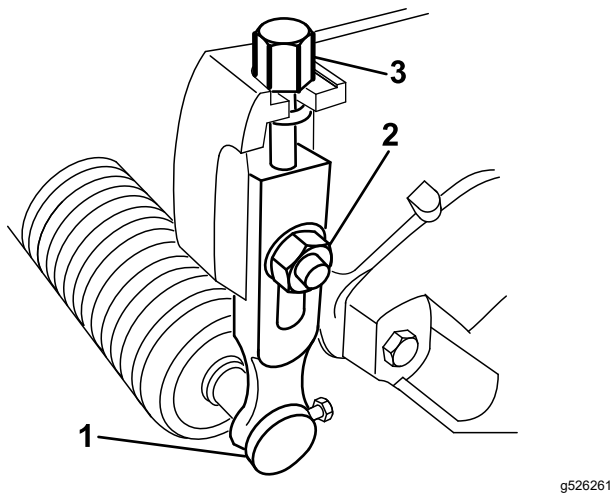

图 10
1. 松开将剪草高度臂固定到滚刀组侧板上的锁紧螺母 图 10。